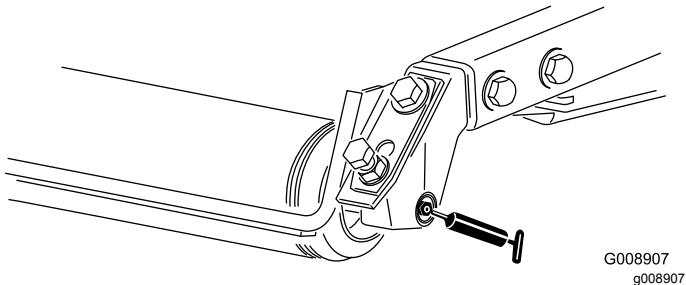

Bild 67
- Heckrollenlager (2 pro Mähwerk) — Bild 67